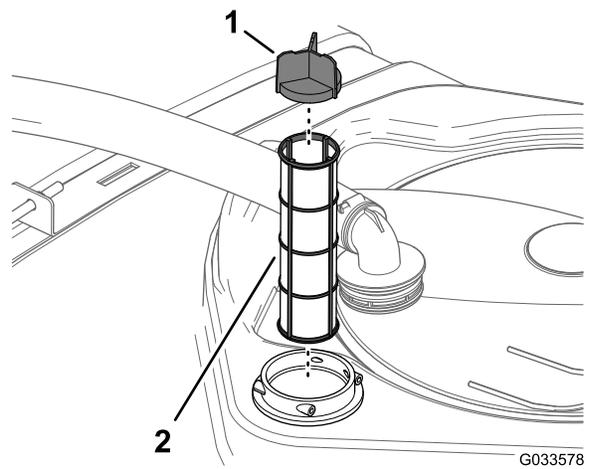

図 60
4. フィルタハウジングタンク内部から古いフィルタを取り出す **図 60**。